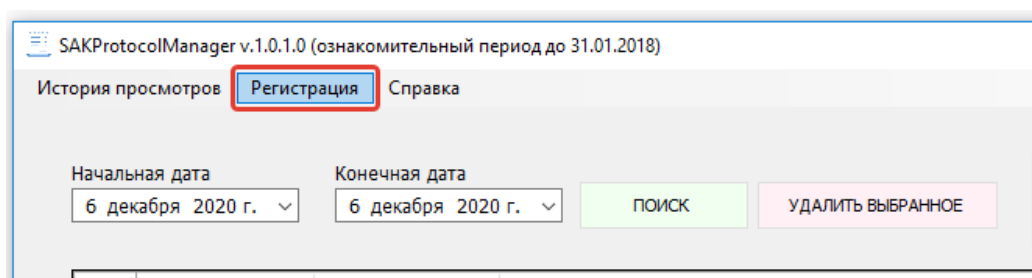

Рисунок 4: Кнопка перехода к регистрации
- 1) Открыть окно регистрации путём нажатия на пункт «**Регистрация**» верхнего меню приложения (рисунок 4)